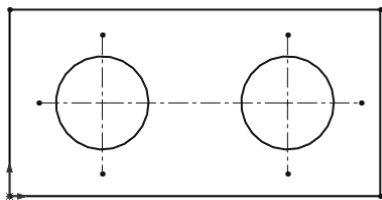

图 3-91 草图
- [1] 打开初始文件“Z3L9.prt”，编辑草图，草图如图 3-91 所示。